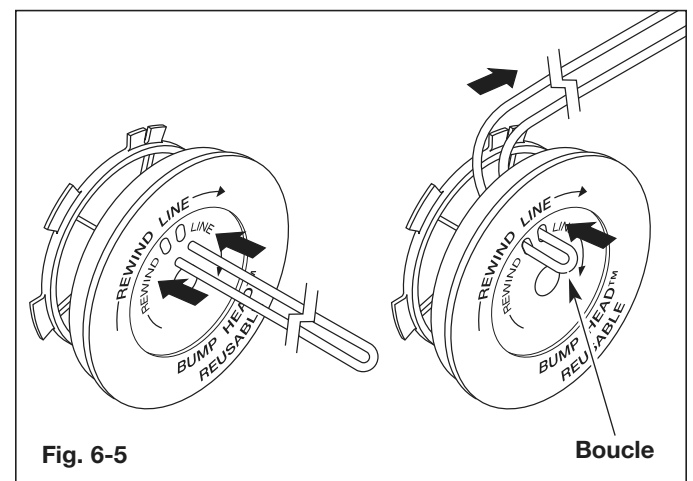

Fig. 6-5
6. Découpez environ 6,1 m (20 pi) de fil neuf et faites-en deux boucles de longueurs égales. Insérez chaque extrémité de fil dans l'un des deux trous du moulinet (Fig. 6-5). Tirez le fil à travers le moulinet pour que la boucle soit le plus petit possible.